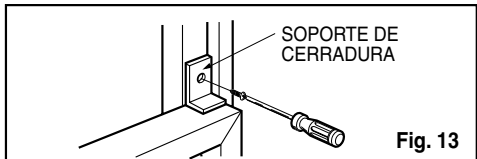

Fig. 13
7. Se debe instalar el asa antes de fijar el frente decorativo. (Ver Fig. 13)